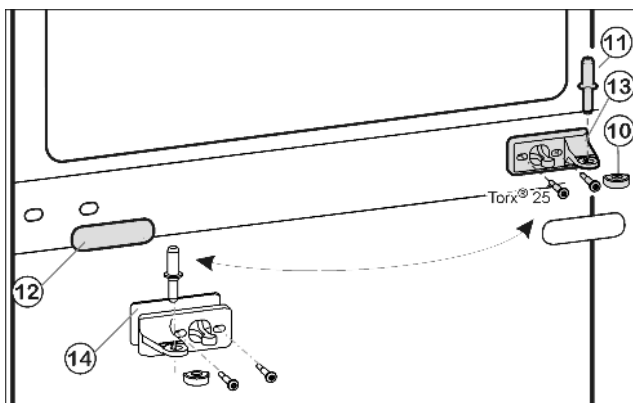
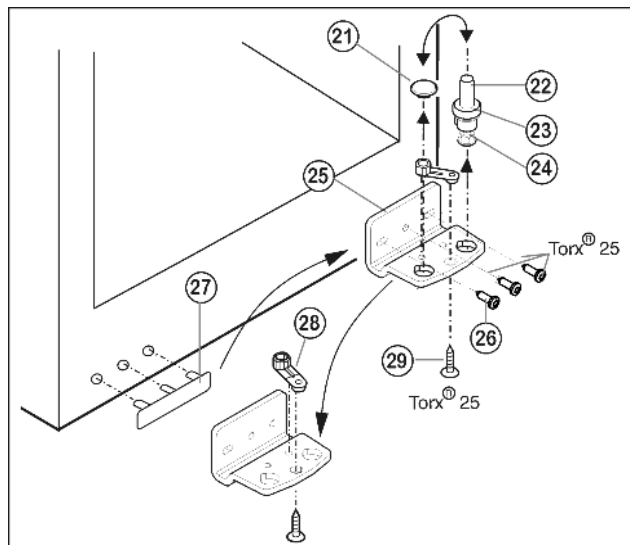

Fig. 7
Fig. 8
- ▶ Вытащите из опорного кронштейна и нижней дверцы средний опорный винт Fig. 7 (11).
- ▶ Снимите пластмассовый колпачок Fig. 7 (10).
- ▶ Открутите средний опорный кронштейн Fig. 7 (13) (2 шт. Torx® 25).
- ▶ Осторожно снимите накладку Fig. 7 (12).
- ▶ Прикрутите средний опорный кронштейн Fig. 7 (13) с подкладкой Fig. 7 (14) с поворотом на 180° на новую сторону шарнира (с моментом 4 Нм).
- ▶ Защелкните накладку Fig. 7 (12), повернув на 180°, на стороне, где теперь будет ручка.
- ▶ Извлеките опорный винт Fig. 8 (22) в комплекте с шайбой Fig. 8 (23) и регулируемой опорой Fig. 8 (24), вытягивая его вверх.
- ▶ Снимите пробку Fig. 8 (21).
- ▶ Открутите Fig. 8 (26) опорный кронштейн Fig. 8 (25).
- ▶ Открутите Fig. 8 (29) опорную деталь Fig. 8 (28) и, переставив в отверстие на противоположной стороне опорного кронштейна, снова прикрутите.
- ▶ Осторожно снимите и переставьте на противоположную сторону крышку со стороны ручки Fig. 8 (27).
- ▶ Снова прикрутите опорный кронштейн Fig. 8 (25) на новой стороне шарнира (с моментом 4 Нм). При необходимости используйте аккумуляторный шурупверт.
- ▶ Переставьте пробку Fig. 8 (21) в свободное отверстие.
- ▶ Вновь установите опорный винт Fig. 8 (22) в комплекте с шайбой и регулируемой опорой. При этом фиксатор должен быть направлен назад.
- ▶ Установите нижнюю дверцу сверху на нижний опорный винт Fig. 8 (22).
- ▶ Снова наденьте пластмассовый колпачок Fig. 7 (10) на средний опорный кронштейн Fig. 7 (13).
- ▶ Вставьте средний опорный винт Fig. 7 (11) на новой стороне шарнира через средний опорный кронштейн Fig. 7 (13) в нижнюю дверцу.
- ▶ Установите верхнюю дверцу на средний опорный винт Fig. 7 (11).
- ▶ При необходимости выровняйте дверцы через два продольных паза в нижнем опорном кронштейне Fig. 8 (25) и среднем опорном кронштейне Fig. 7 (13) параллельно корпусу устройства. Для этого выкрутите средний винт на нижнем опорном кронштейне Fig. 8 (25).